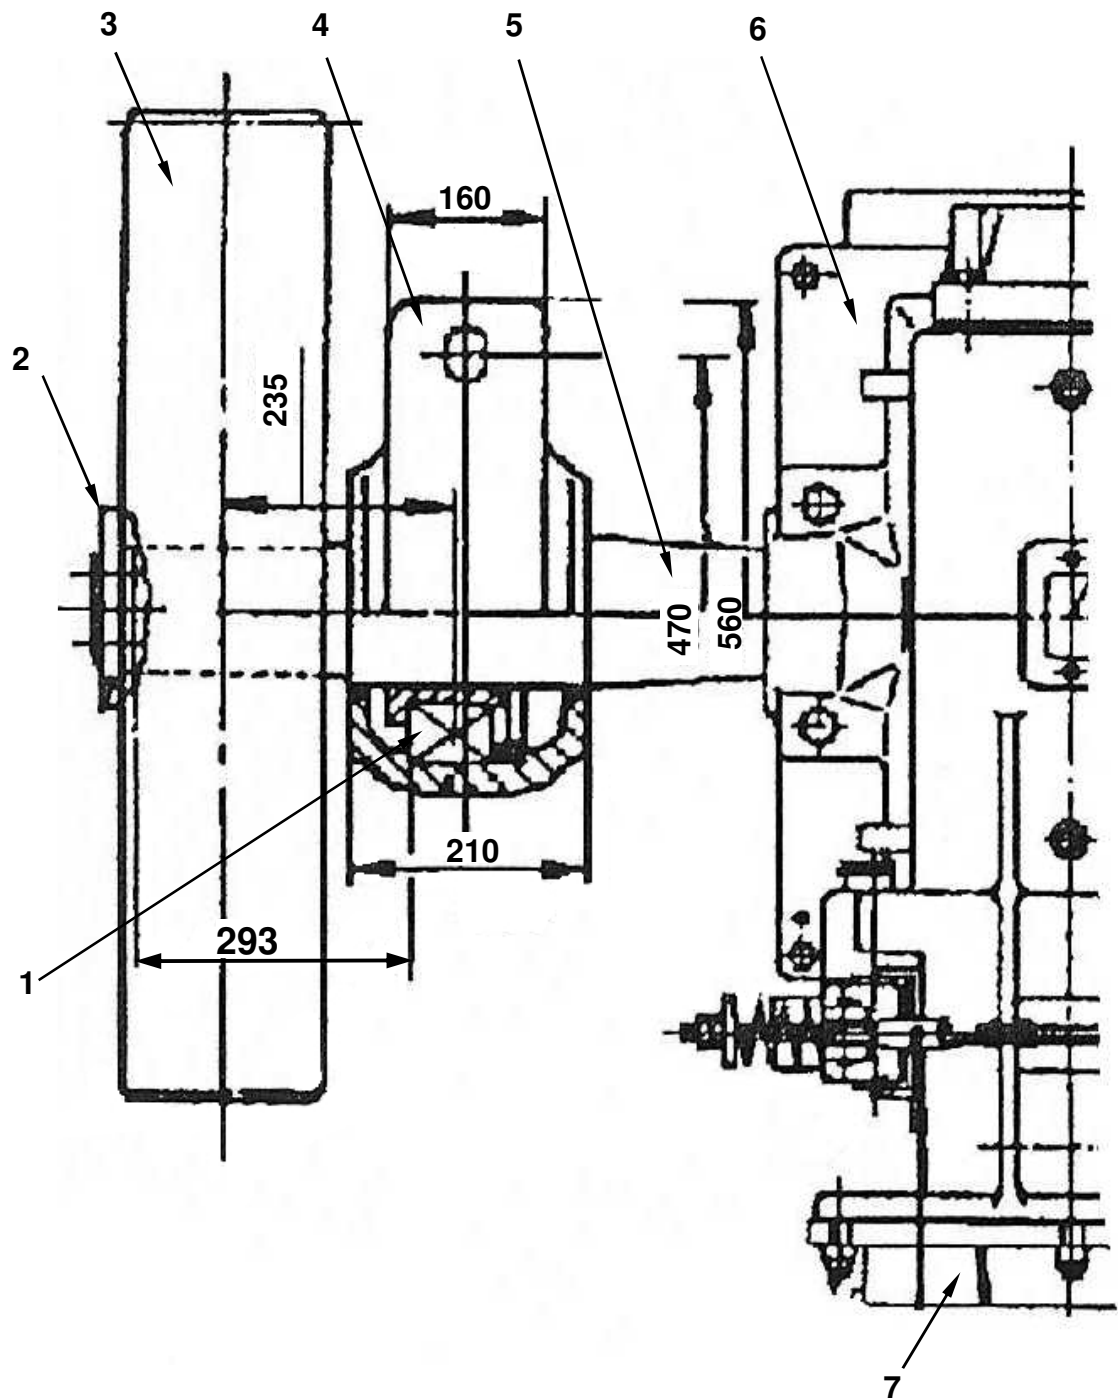

Bild 7.8
- Abstandsmaß des Lagersitzes zur Treibscheibennabe (85mm) kontrollieren. Siehe Bild 7.7. Bei SA9 Sitz des Stützlagers zum Wellenende = 293 mm kontrollieren. Siehe Bild 7.8